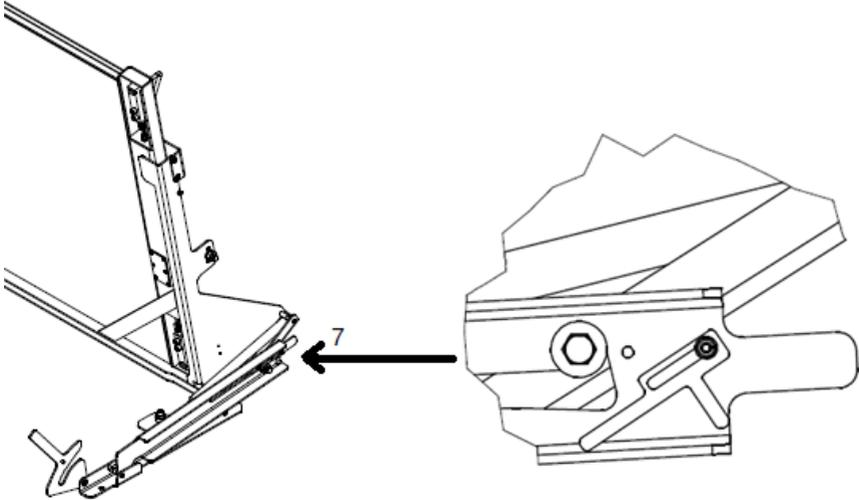
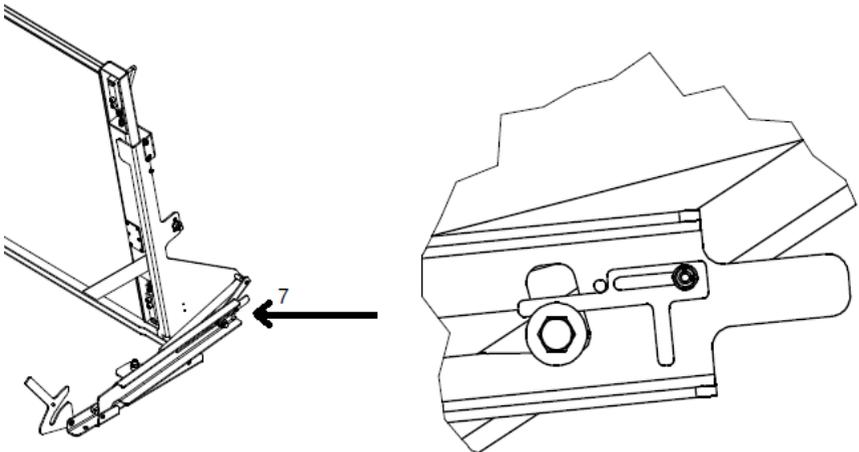

Abbildung 21. Verriegeln der Plattform in der oberen Position
Abbildung 22. Lösen der Plattformverriegelung von der oberen Position
1. Lösen Sie die Verriegelung Nr. 7, indem Sie ihre Position ändern (von der Position in Abbildung 21 zur Position in Abbildung 22).